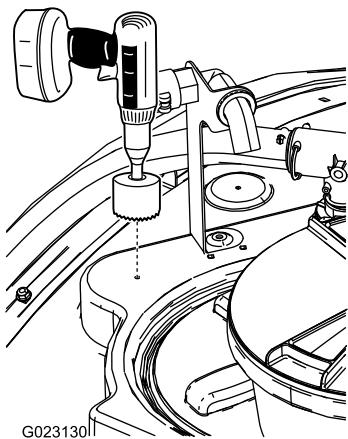

Рисунок 15
- Найдите переднее место в верхней части бака, как показано на Рисунок 15.
- Используйте цилиндрическую пилу диаметром 9 см, чтобы просверлить отверстие в отмеченном месте для сверления (Рисунок 15).